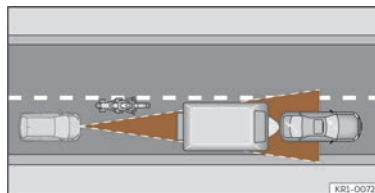

Abb. 125 Vorausfahrender Motorradfahrer außerhalb des Erfassungsbereichs des Radarsensors.
- Versetzt fahrende Fahrzeuge oder Fahrzeuge, die außerhalb des Erkennungsbereichs des Sensors fahren, z. B. Motorräder >>> (**Abb. 125**).